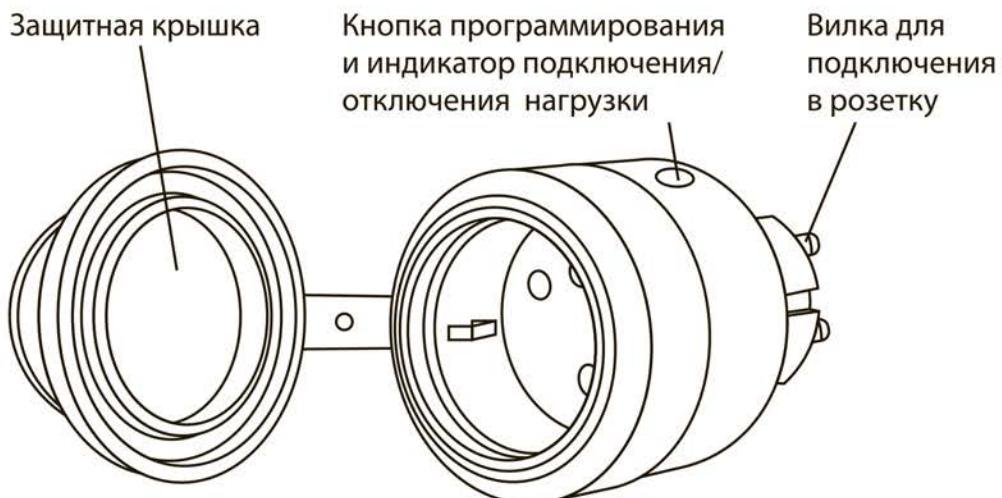

Рисунок 2. Внешний вид приемника РЗК
6.5. Для подключения приемника Р3К к передатчику его нужно перевести в режим программирования. Для этого необходимо нажать и удерживать кнопку программирования более 1 секунды (рисунок 2) при этом начинает моргать светодиод в кнопке.
Приемники РЗК можно при необходимости включить/выключить в ручном режиме при помощи кратковременного нажатия на кнопку программирования (рисунок 2). Данную функцию можно использовать при возникновении